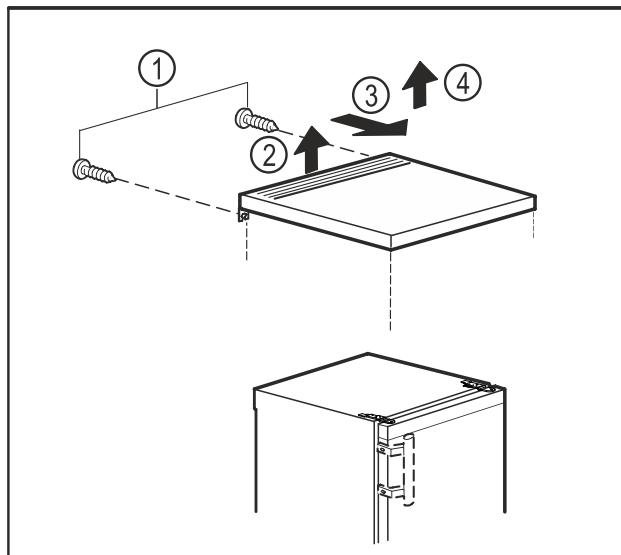

Fig. 6
- Свалете винтовете от задната страна. Fig. 6 (1)
- Повдигнете плата на масата отзад. Fig. 6 (2)
- Преместете плата на масата напред. Fig. 6 (3)
- Повдигнете плата на масата нагоре. Fig. 6 (4)